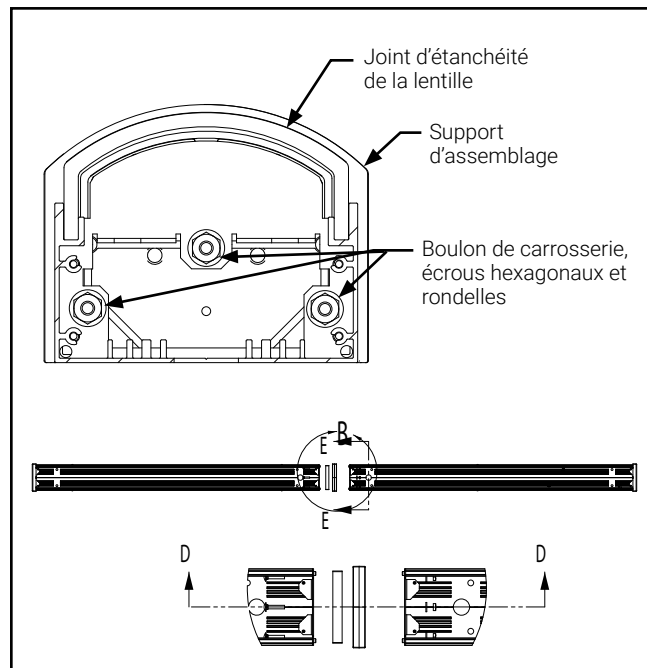

Figure 4.
4. Serrez les trois (3) écrous hexagonaux à l'intérieur du canal (Figure 4). Ne dépassez pas 2,3 Nm (20 lb-po). Bouchez toute ouverture de conduit inutilisée du canal avec le bouchon fourni.